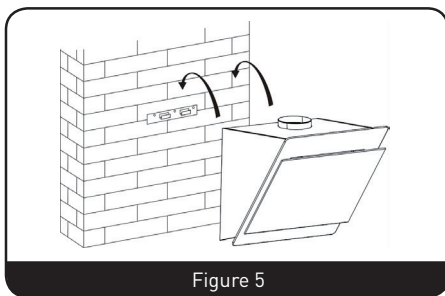

Figure 5
2. Soulevez la hotte et accrochez-la aux crochets du support mural. (Figure 5)